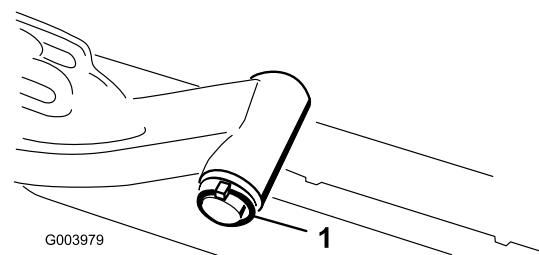

图12
- A. 拆下将提升臂枢轴固定至提升臂的锁扣销和垫圈，将提升臂枢轴滑出提升臂（图12）。
- C. 将提升臂轴插入提升臂，使用垫圈和锁扣销将其固定（图12）。